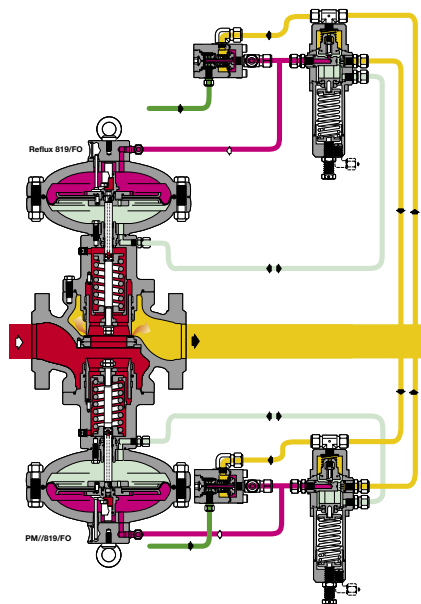
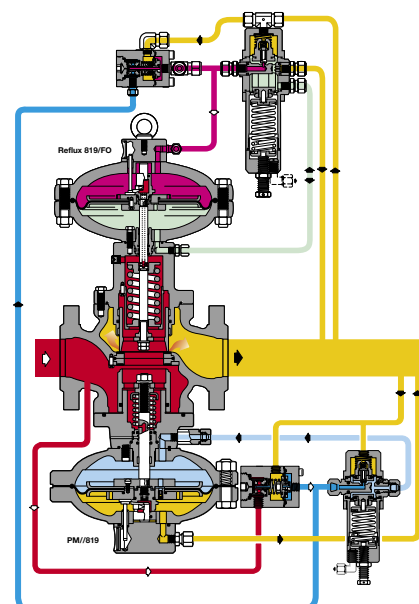

Рис. 3
Рис. 4
- коэффициенты C_g и K_G встроенного монитора составляют примерно 93% от характеристик стандартной версии. Еще одно преимущество варианта со встроенным монитором - возможна установка в любое время, даже на уже имеющийся установленный **Reflux 819/FO**, без изменения трубопровода. Монитор может быть **PM/819/FO** (рис.3), открывающимся при отказе, или **PM/819**, закрывающимся при отказе (рис. 4).